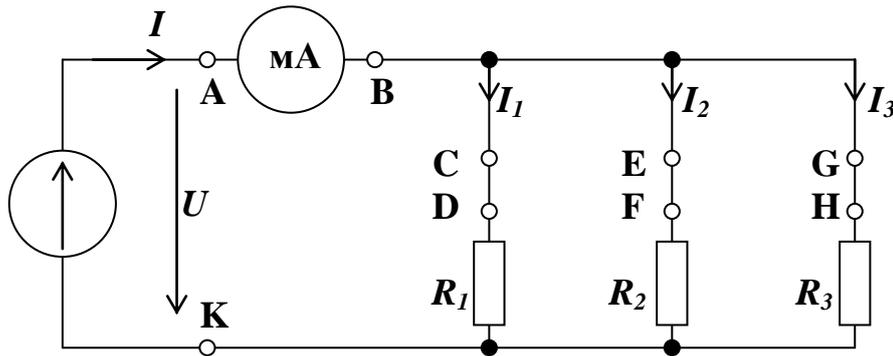

Рис. 2.7
- Соберите цепь согласно схеме (рис. 2.7), вставив перемычки между